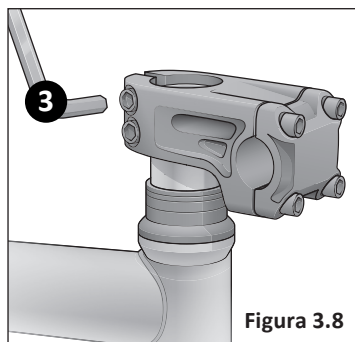

Figura 3.8
- 3** Sosteniendo el conjunto de la horquilla en su sitio, utilice una llave Allen de 6 mm y afloje los pernos de fijación de la potencia. Deslice la potencia hacia abajo en el tubo de dirección. **Figura 3.8**